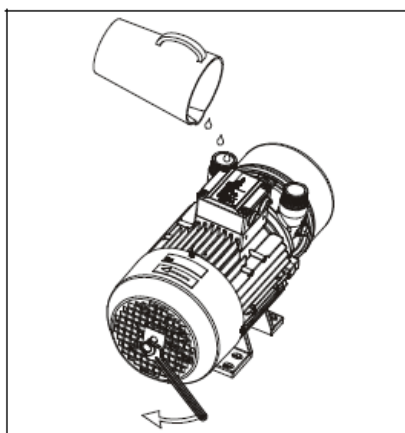

Fig. 14: Rellenar antioxidante y hacer girar el árbol
- Hacer pasar un tornillo M6 ó M8 (dependiendo del tipo) de caña suficientemente larga a través de la abertura céntrica de la cubierta del ventilador y atomillarlo en el extremo del árbol del lado del ventilador exterior (véase la Fig. 14)